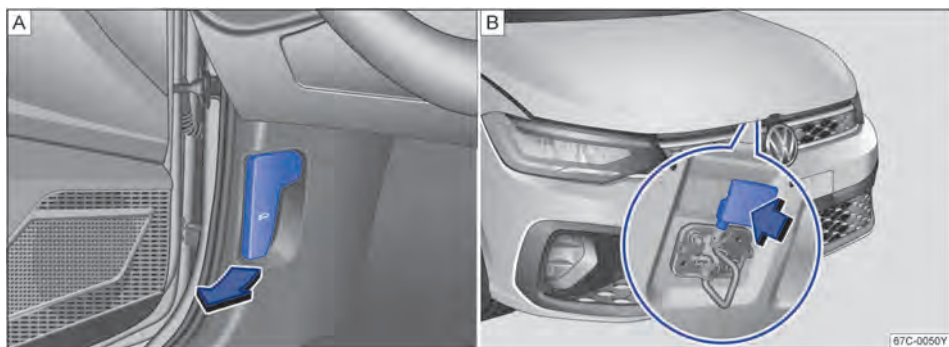

图 125 [A] 发动机舱盖锁开启手柄。[B] 散热器格栅上方用于打开发动机舱盖的分离杆
- 将车门打开沿图示箭头方向拉动开启手柄→图 125 [A]，舱盖在弹簧机构的作用下弹开稍许。
- 略微抬起发动机舱盖，拨动锁钩，使锁钩脱离→图 125 [B]→▲